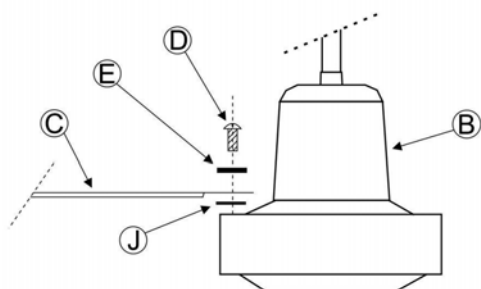

Fig. 5
1. Закрепите лопасти (С) на электродвигателе (В) используя винты (D) и шайбы (Е). Также, следует проложить картонные шайбы (J) между лопастью вентилятора и электродвигателем, это уменьшит вибрации и шум от вентилятора. Прорежьте такие же операции с оставшимися лопастями (Рис.5)